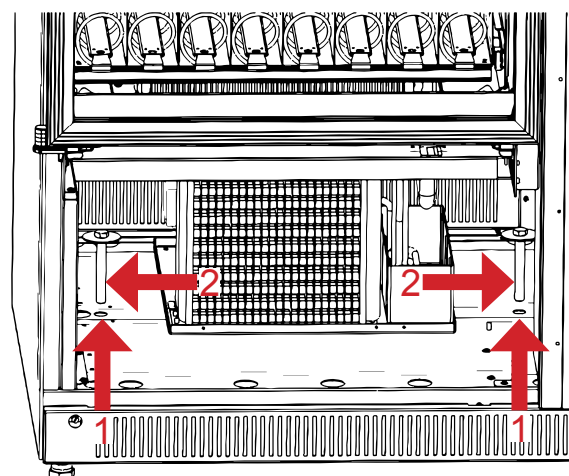

Рисунок 17 - Крепление автомата к полу
9. расположите автомат над местом установки, перемещая автомат на подъемнике таким образом, чтобы сквозные отверстия, через которые производится крепление автомата (см.рис.17, поз.1), совпали с отверстиями в монтажных скобах;
11. вставьте в отверстия винты с шайбами (см.рис.17, поз.2) из комплекта крепления, и приверните ими автомат к скобам;